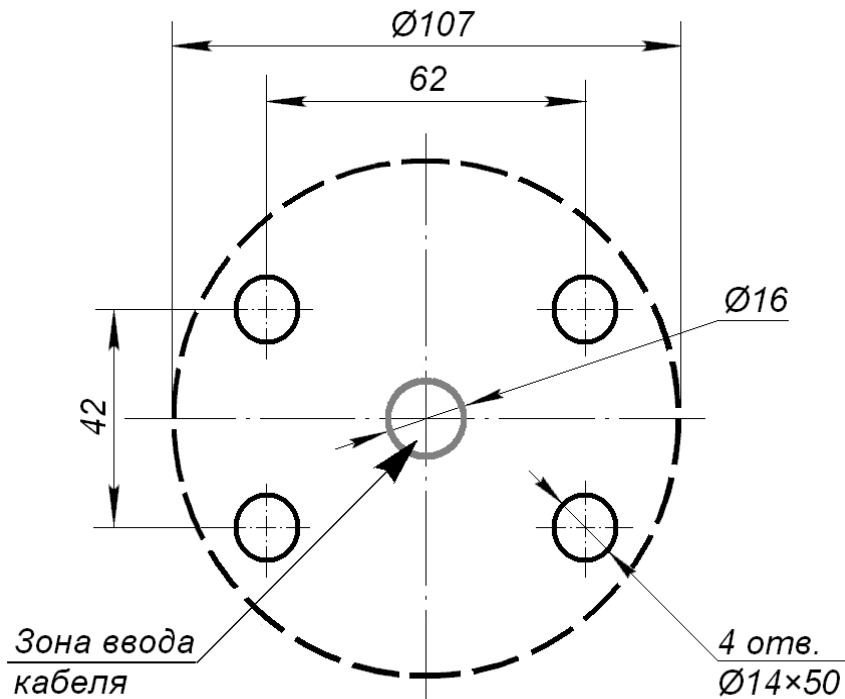

Рисунок 5. Разметка отверстий для установки IRP01.2 (пунктиром показаны габариты изделия)
3. Выполните на установочной поверхности в соответствии с рис. 5 разметку отверстий для монтажа изделия, а также разметку кабельного канала для прокладки кабеля подключения контроллера СКУД к зоне входа кабеля в стойку с учетом расположения контроллера СКУД.
8. Протяните кабель через центральное отверстие в основании диаметром 16 мм (см. рис. 5).